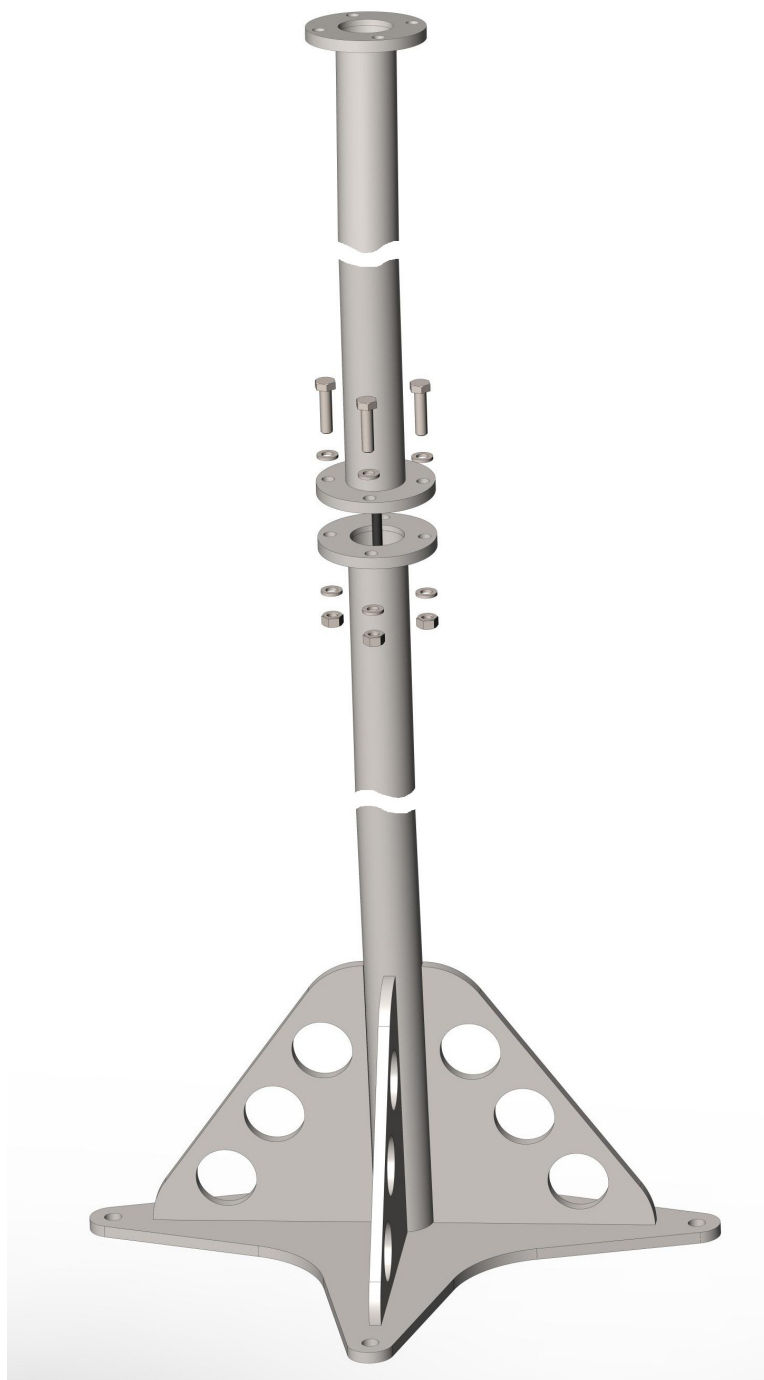

Рис. 5 Сборка 1-й и 2-ой секции опоры ветроуказателя.
1. Установите и стяните болты крепления 1-й и 2-й секции, как показано на рис. 5.